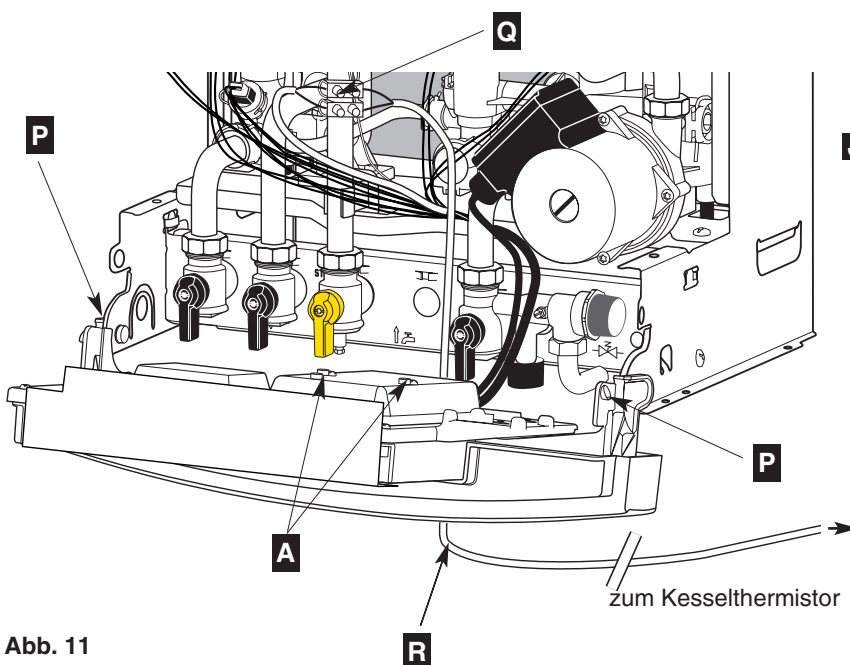

Abb. 11
- Die Leitung **R** des Kesselthermistors an die an der Gasleitung befestigte Lüsterklemme **Q** anschließen (Abb. 11).